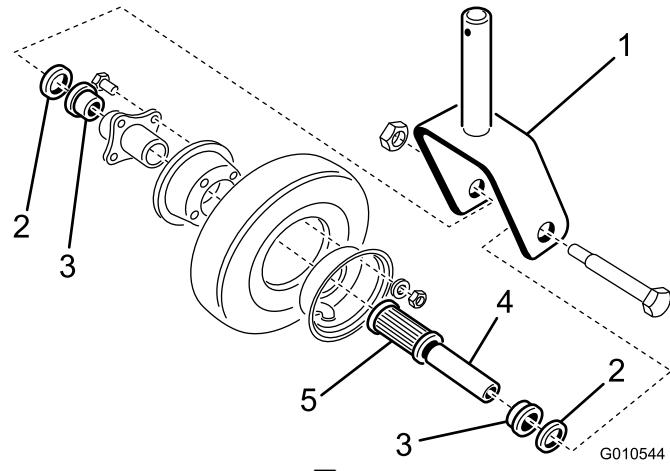

図 19
2. ホイールを横に傾けると、スパンナブッシュ(図19)が落ちてくる。
3. ホイールのハブからベアリングリテーナを1個取り外すと、ベアリングが落ちてくる。ホイールハブの反対側からもベアリングリテーナを外す(図19)。